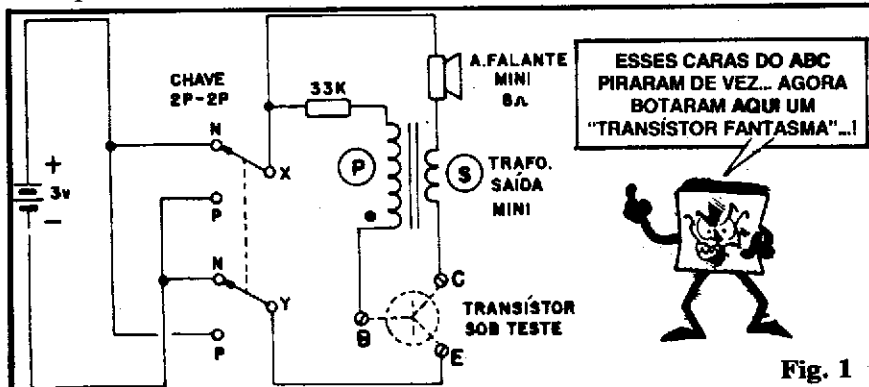

Fig. 1
muito alto, com o que o resistor mesmo de 10M "consegue" fornecer a necessária polarização ao conjunto oscilador. Os LEDs vermelhos, então, colocam-se a "piscar", emitindo lampejos (pulsos luminosos) no ritmo determinado pelas alternâncias manifestadas na saída do dito bloco (ponto S)! Os valores da rede realimentadora, e também da polarização geral do bloco B são tais que as "piscadas" duram um tempo muito curto, e ocorrem a cerca de 1Hz (uma vez por segundo...) Como os LEDs vermelhos são os maiores responsáveis pelo "dreno" de corrente no circuito (e tal dreno se dá em pulsos curtos e espaçados...) o consumo geral é baixo, permitindo que pilhas alimentem o circuito, como um todo, tranquilamente, mesmo por longos períodos (na verdade, os LEDs vermelhos passam "apagados", mais de 90% do tempo total de funcionamento, período no qual praticamente "um cisco" de corrente é requerido pelo circuito...). Observando novamente o esquema (fig. 1) o Leitor/Aluno notará que no EMISSOR do último transistor do circuito (BC558) temos um resistor de 100R... Esse componente, além de estabelecer uma "carga" para o dito transistor, proporcionando um divisor de tensão do qual os sinais de realimentação são recolhidos para induzir o bloco à oscilação, determina também uma limitação na corrente "puxada" pelo BC558 e LEDs, nos breves pulsos de "acendimento", o que contribui também para manter o consumo geral em níveis baixíssimos, plenamente compatíveis com uma boa durabilidade das pilhas que alimentam o VAGALUME...
- **FIG. 1** - Esquema do circuito do TUT. "Simplérrimo", como dá para notar numa simples "olhada", o circuito (veremos isso na ANTECIPAÇÃO TEÓRICA, mais adiante...) é, na verdade, um singelo arranjo oscilador estruturado em torno de um único transistor bipolar, no qual, porém, **ESTÁ JUSTAMENTE "FALTANDO" O TRANSISTOR!** A ação do teste corresponde, exatamente, a colocar no circuito o transistor "faltante"... Se o circuito reagir como se espera, é sinal de que o componente inserido está **bom**, caso contrário, a indicação é de que o transistor apresenta alguma deficiência importante! Observar bem, no esquema, a presença de componentes ainda não vistos nas montagens práticas anteriores: o **transformador** (vão lá, na "Aula" nº 4, se tiverem esquecido alguma coisa...) e uma **chave dupla** (dois polos x duas posições), que é um importante componente de apoio na adequação do funcionamento do circuito... Lembrar sempre que um esquema é uma espécie de "mapa" simbólico do circuito "real"... É olhar, comparar, referenciar e entender... Não tem grandes "segredos".